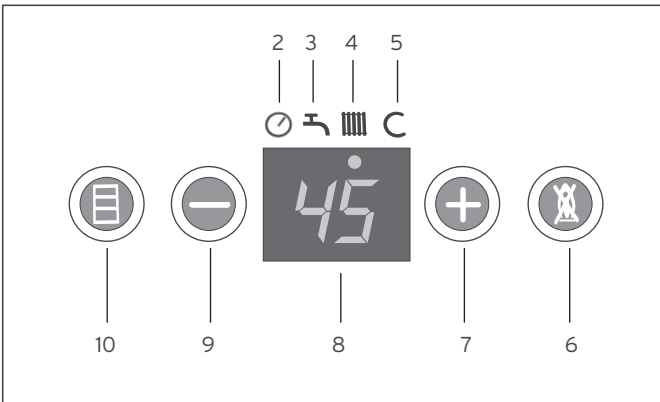

图 4.2 控制面板
- 按下(-)键(图 4.2 中 9)同时,打开主开关重启壁挂炉。